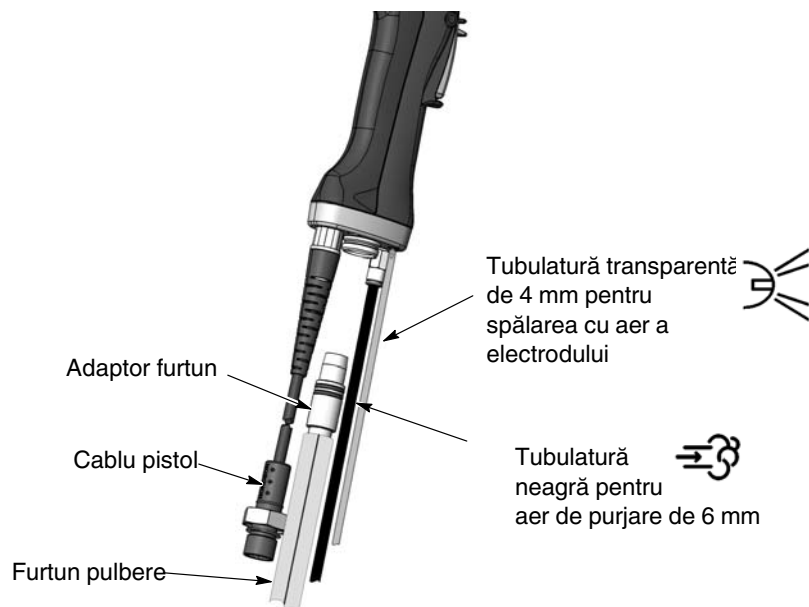

Figura 3-12 Racordurile pistolului
1. A se vedea Figura 3-12. Conectați tubulatura neagră de 6 mm a aerului la fittingul cu deconectare rapidă din mânerul pistolului.